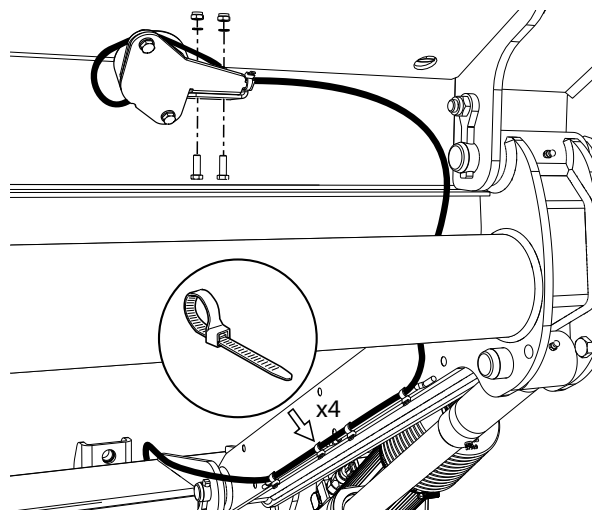

Bild 46. Montering vinkelgivare
1. Montera vinkelgivaren på plattformen, använd medföljande skruvar, muttrar och brickor och fäst kabeln med buntband, se Bild 46.